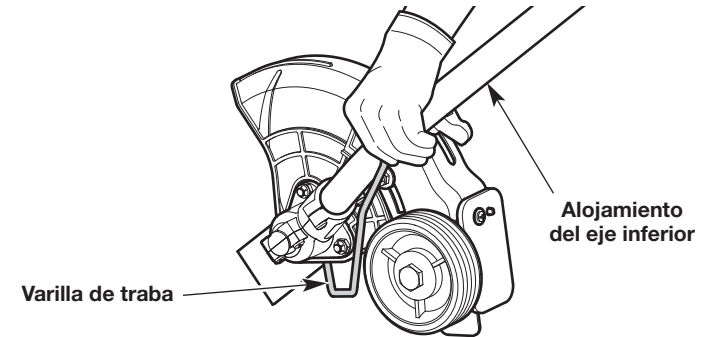

Fig. 24
2. Mantenga la varilla de traba en su lugar sosteniéndola al lado de la alojamiento del eje inferior (Fig. 24).
5. Mantenga la varilla de traba en su lugar sosteniéndola al lado de la caja del eje (Fig. 24).